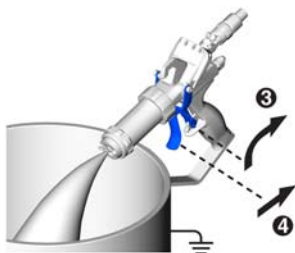

FIG. 11
3. Déverrouiller la gâchette du pistolet. Voir FIG. 11.